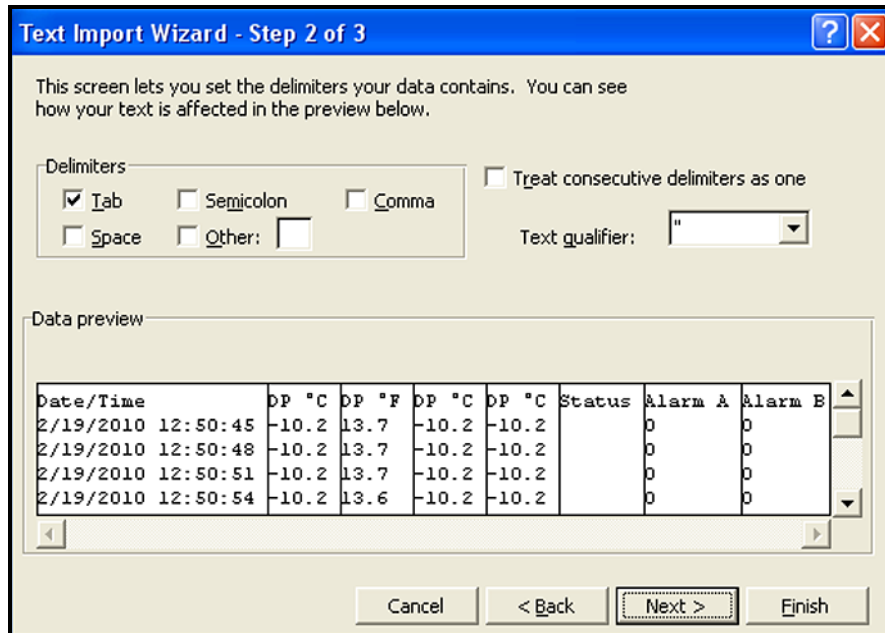

Figure 61: Assistant d'importation Microsoft Excel – étape 2
4. Suivez les instructions affichées à l'écran, apportez des modifications éventuelles puis cliquez sur **Suivant**. Un écran semblable à celui de la *Figure 61* ci-dessous s'affiche.